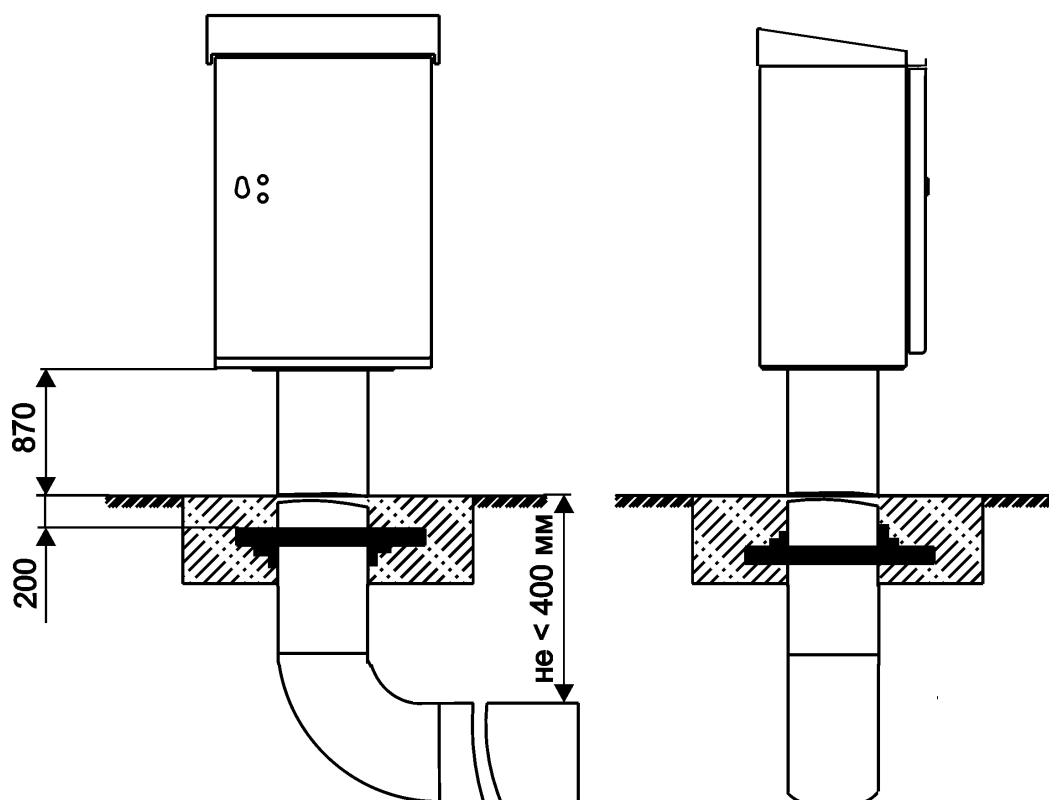

Рис.1. Установка распределительного шкафа на улице
4.2. На месте установки изделия выкопать котлован размерами 500х500 мм глубиной 200 мм. (см. рис. 1).